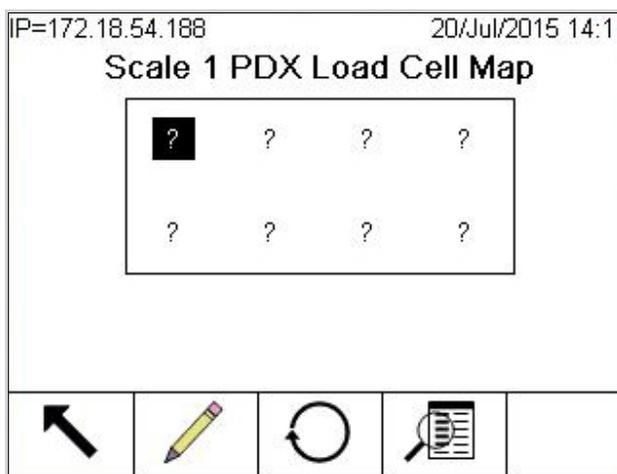
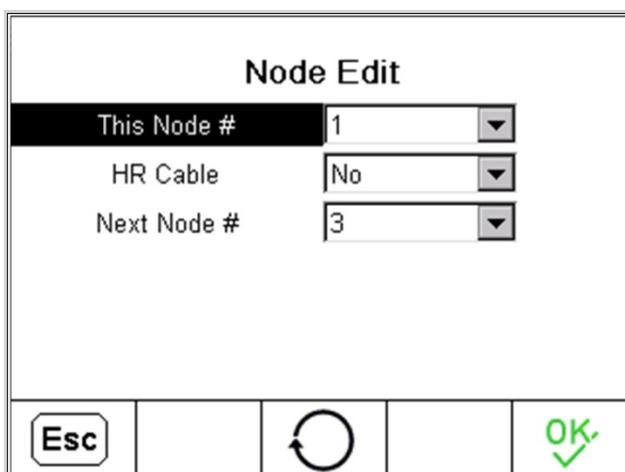

Figura 3-166: Visualizzazione mappa POWERCELL
Figura 3-168: Schermate di modifica del nodo
La Figura 3-166 mostra una mappa POWERCELL. Prima che la mappatura venga realizzata, ciascun indirizzo della cella compare come un "?" e l'elenco di cablaggio sotto al diagramma è vuoto. L'immagine della piattaforma include il numero di celle di carico specificato nelle impostazioni seguenti: **Bilancia n > Tipo > N. di celle carico**. Utilizzare i tasti di navigazione per passare da una posizione della cella alla successiva all'interno del diagramma.
Nota: la posizione di ciascuna cella in una piattaforma è designata in maniera alfabetica, al fine di differenziarla dal valore numerico dell'indirizzo. La Figura 3-167 mostra le posizioni alfabetiche delle 14 celle di carico. Nell'esempio mostrato nella Figura 3-166, viene utilizzata solo le prime otto posizioni.
4. Utilizzare i tasti direzionali per selezionare la cella alla quale è collegato il cavo home run (la seconda della riga inferiore della Figura 3-166) e premere il softkey MODIFICA. Verrà visualizzata la schermata Modifica nodo (Figura 3-168).